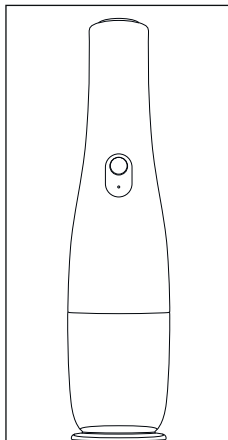

Fig. 5
6. Quando guardar o aparelho, coloque-o sobre a tampa ❶, que também pode ser utilizada como pé de apoio (ver fig. 5).